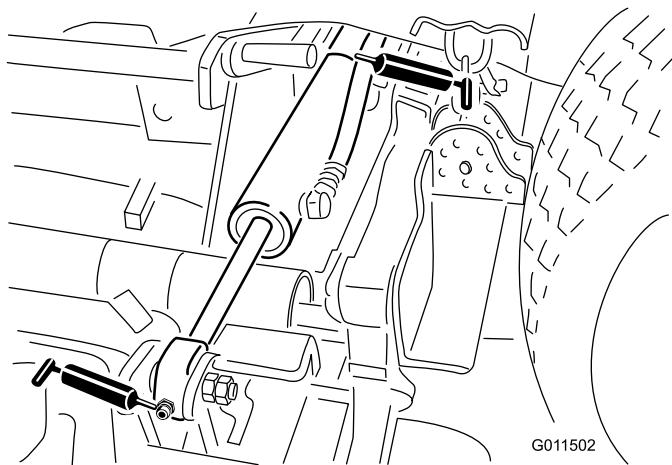

Figure 48
- Vérin de relevage latéral (4) (Figure 48).